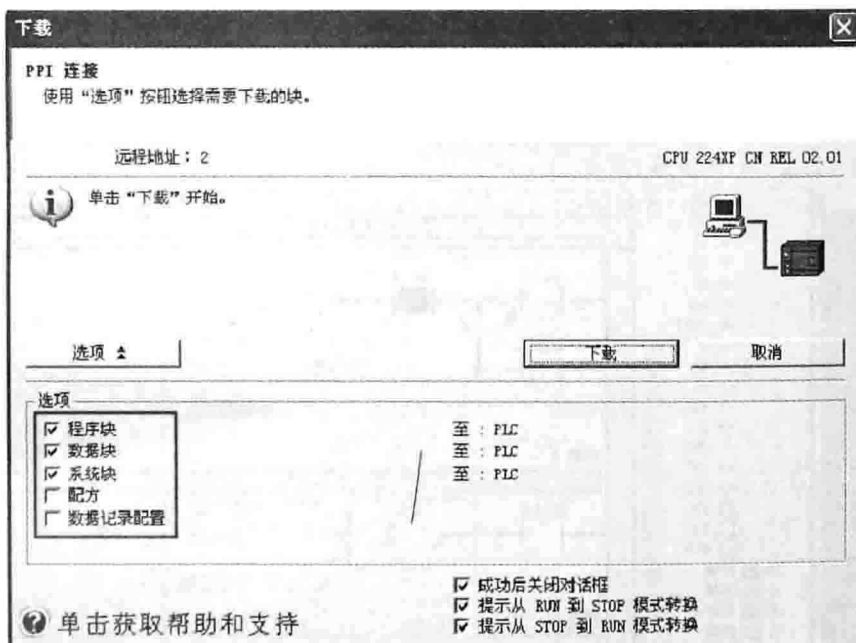

图 1-21 “下载”对话框
(1) 单击  按钮，弹出“下载”对话框，如图 1-21 所示。